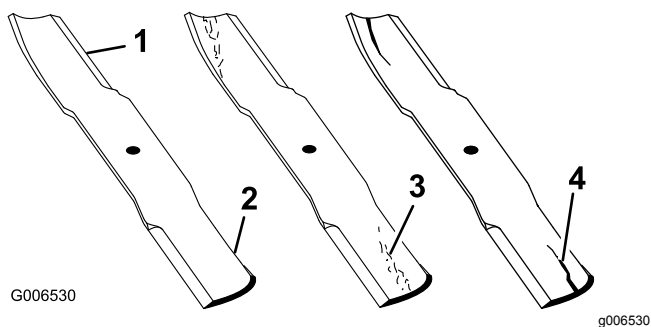

Figura 60
1. Inspeccione as extremidades de corte (Figura 60).
4. Se verificar quaisquer fissuras, desgaste, ou a formação de ranhuras nesta área instale imediatamente uma lâmina nova (Figura 60).